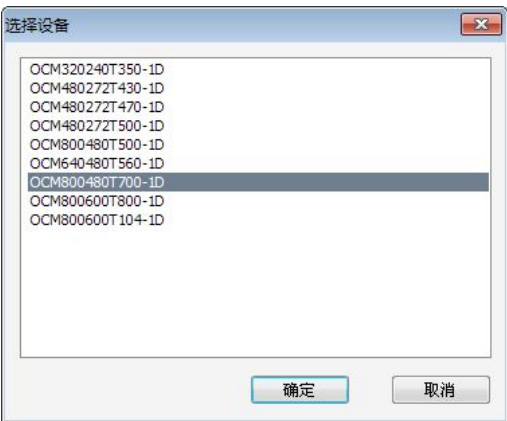

图 2.2
1.打开软件后，点击“文件”→“新建工程”，选择对应的硬件型号，如图 2.2 所示。